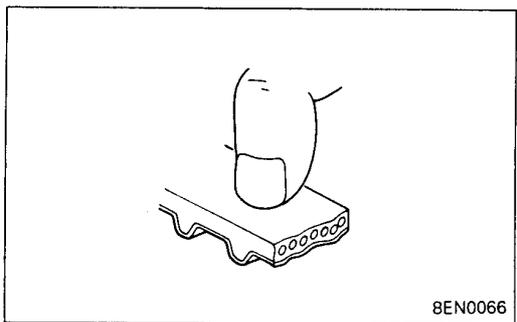
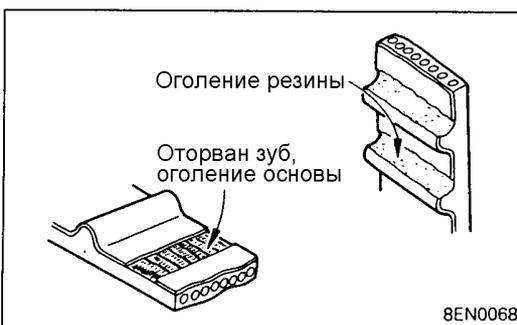

Рис. 11.5
Рис. 11.7
- (1) Тыльная сторона ремня затвердевшая. Зубья ремня залоснились, ремень не эластичен и при нажатии ногтем на ремень на нем не остается след (рис. 11.5)
- (2) Трещины в разных местах.
- (3) Трещины и отслаивание покровного слоя.
- (4) Трещины у основания зуба.
- (5) Трещины на боковых поверхностях ремня.
- (6) Повышенный износ боковин ремня. Боковины считаются изношенными, если на них появились торчащие нити.
- (7) Повышенный износ зубьев.
- (8) Имеются пропуски зубьев (рис. 11.7).